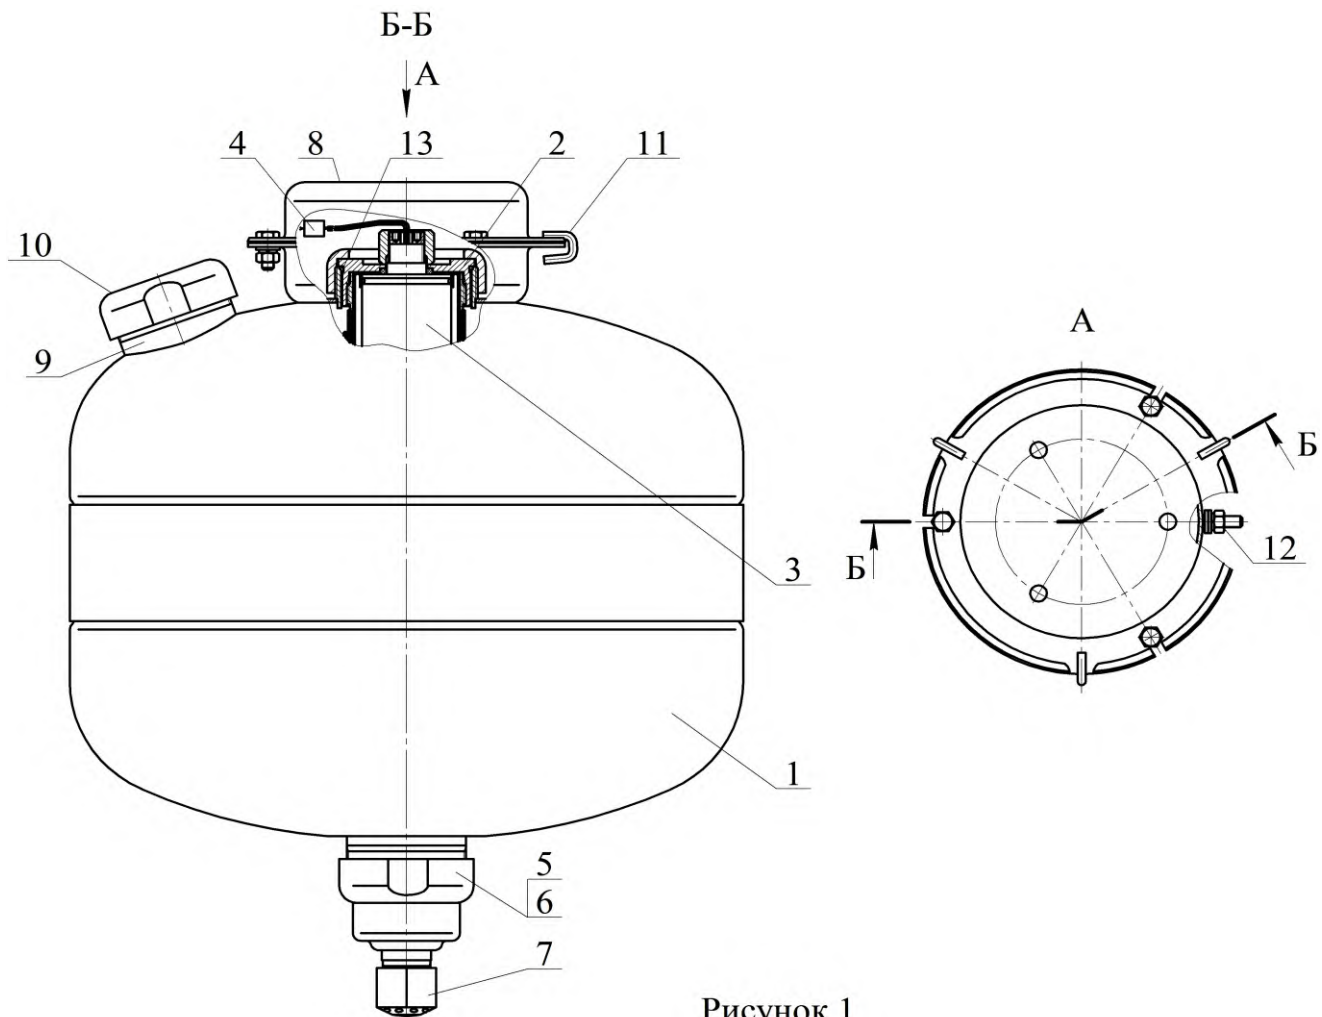

Рисунок 1
4.1.1 МУПТВ (см. рисунок 1) состоит из корпуса **1**, заправленного ОТВ, в котором размещено газогенерирующее устройство **2**. В герметичный корпус газогенерирующего устройства установлен ИХГ **3** с элементом электропусковым **4**. Нижняя горловина корпуса перекрыта срезной мембраной **5**, которая поджата гайкой **6**. С гайкой **6** через фильтрующий элемент соединен насадок-распылитель **7**. В верхней части корпуса расположены кронштейн **8** для крепления к потолочному перекрытию, горловина **9** для заливки ОТВ и предохранительный клапан **10**. Для фиксации МУПТВ при монтаже на кронштейне **8** закреплены три скобы **11**. МУПТВ имеет заземляющий зажим **12**.
4.2.1 После подачи электрического импульса на выводы элемента электропускового **4** (см. рисунок 1) ИХГ **3** генерирует газ, который создает давление внутри корпуса МУПТВ для вскрытия мембраны **5** и выпуска через насадок-распылитель **7** в зону горения тонкораспыленной струи ОТВ.
6.3 Закрепить кронштейн **8** (см. рисунок 1) на потолке. Координаты отверстий в кронштейне приведены на рисунке 3.
6.5.1 Подготовка ОТВ для МУПТВ-18,5-ГЗ-ВД ( $t^{\circ}\text{C} = +5_{\text{п}}$ ): залить в отверстие верхней горловины **9** (см. рисунок 1) воду (питьевую либо дистиллированную) (температура воды должна быть плюс  $(15...25)^{\circ}\text{C}$ ) объемом  $16,19^{+0,2}$  дм3. Открыть упаковки с жидкими добавками к воде и залить их в отверстие верхней горловины **9**.
6.5.2.3 Полученный раствор ОТВ залить в отверстие верхней горловины **9** (см. рисунок 1). Для окончательного приготовления ОТВ открыть упаковку с жидкой добавкой к воде и залить ее в отверстие верхней горловины **9**. Установить в отверстие горловины предохранительный клапан **10**. Сверху закрутить гайку до упора.
6.6. На выпускную горловину гайки **6** (см. рисунок 1) накрутить до упора насадок-распылитель **7**.
7.3 Комплект поставки для перезарядки МУПТВ (см. рисунок 1):